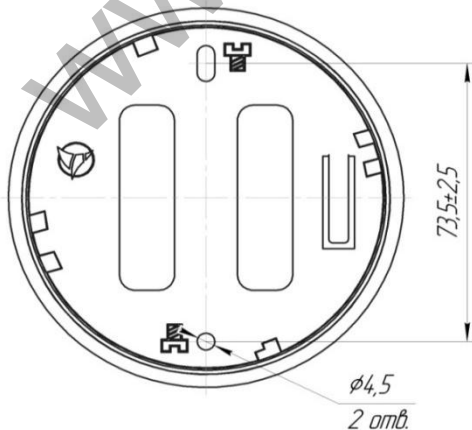

Рис.5. Основа. Зовнішній вигляд.
5.4.4 Закріпити основу елементами для кріплення (додаються в комплекті) в місці установки сигналізатора використовуючи відповідні отвори (дивись Рис.5).